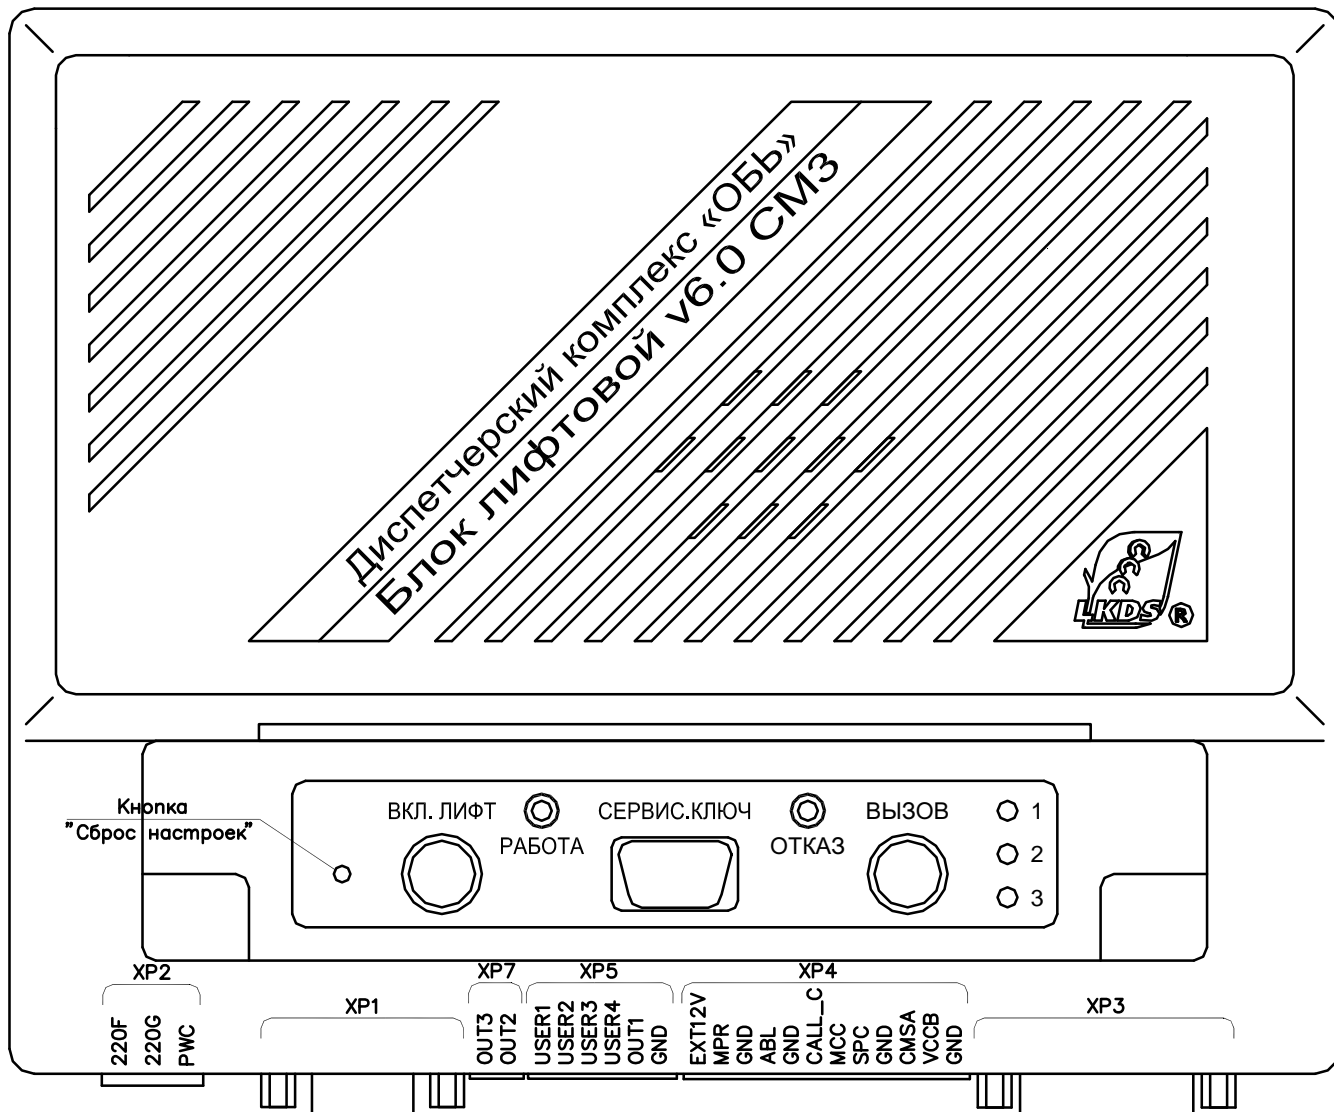

Рис. 1. Внешний вид лифтового блока
1.4.2.1. На крышке корпуса ЛБ (см. рис. 1) находятся разъем сервисного ключа "СЕРВИС. КЛЮЧ", светодиодный индикатор "ОТКАЗ" (неисправности и определения сервисного ключа или сервисного прибора), светодиодный индикатор "РАБОТА" (наличия напряжения питания ЛБ), кнопки "ВЫЗОВ" и "ВКЛ. ЛИФТ".